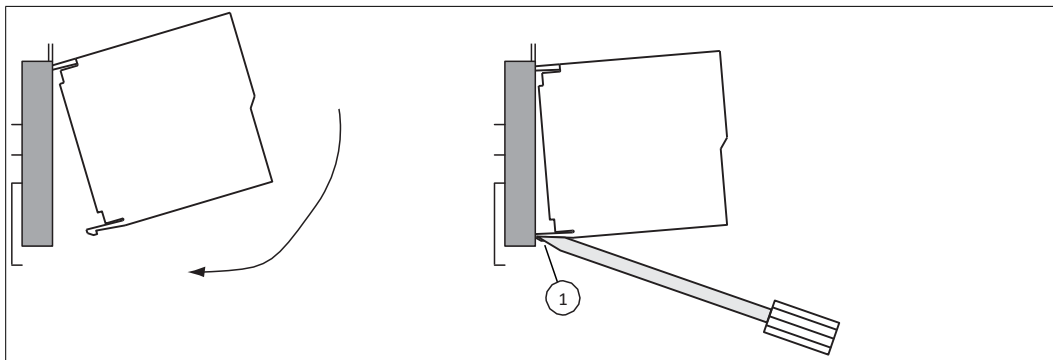

Рис. 3.9 Вставка / удаление модуля на распределительных платах LB91xx
3. **Распределительные платы LB9101 и LB9121:** вставьте модуль ввода / вывода в свободный слот на распределительной плате. При установке модулей убедитесь, что задние фиксаторы входят в пластиковый фиксатор на распределительной плате (см. Рисунок 3.9 на стр. 37).
2. **Распределительные платы LB9101 и LB9121:** С помощью отвертки нажмите на фиксаторы, чтобы извлечь модуль (см. Рисунок 3.9 на стр. 37).